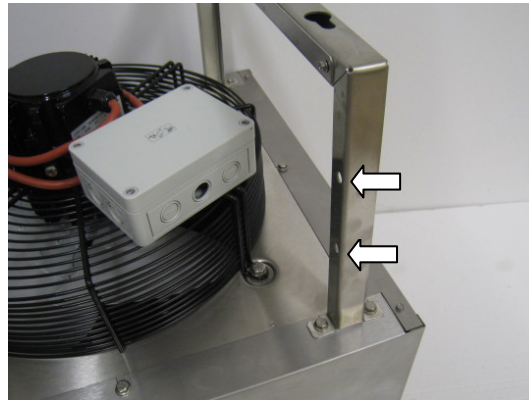

Bild 2
2. Montera konsolerna med hålen in mot fläktmotorn enl. bild 2.